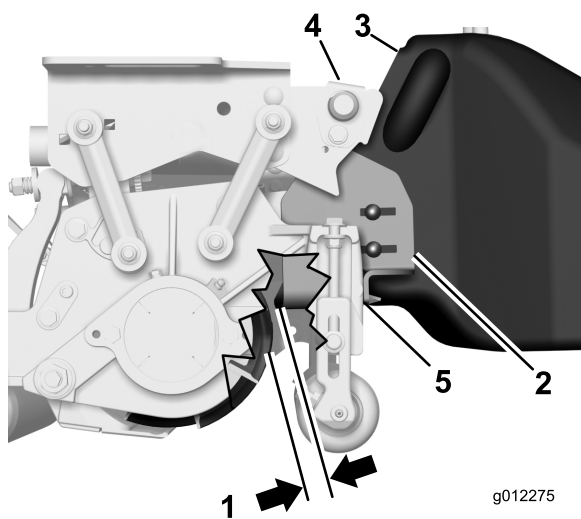

Рисунок 15
- На каждом из краев корзины ослабьте гайки каретных болтов, которые крепят ограничительные кронштейны к корзине (Рисунок 15).
- Расположите корзину параллельно режущему блоку с минимальным зазором 6 мм между выступом корзины и барабаном (Рисунок 15).